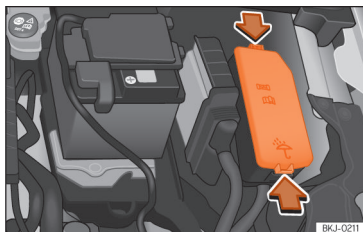

Fig. 160 No compartimento do motor: tampa da caixa de fusíveis.
- Pressione as patilhas de bloqueio para desbloquear a tampa da caixa de fusíveis » » » **Fig. 160**.